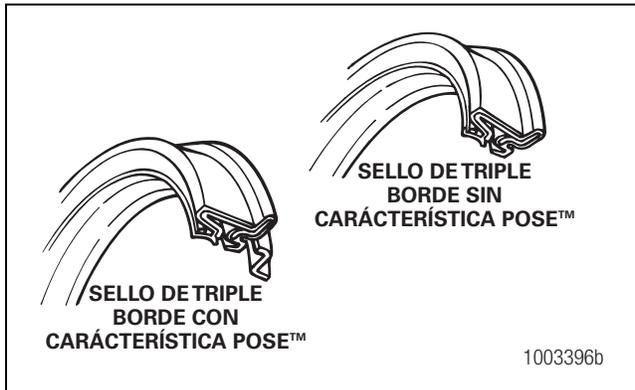

Figura 5.66
- **Para sellos de piñón integrales:** Consulte el procedimiento de instalación de sellos de piñón integrales en esta sección y luego continuar con el Paso 4. Figura 5.66.
- Si se instaló un sello de piñón integral en la jaula del cojinete de salida: Consulte el procedimiento "Limpiar e inspeccionar el yugo después de instalar un sello de piñón integral" en esta sección y luego continúe con en Paso 7. Figura 5.66.